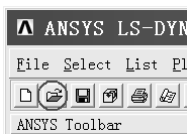

图 10-4 “OPEN ANSYS File”按钮
(3) 单击“14.0: ANSYS Mechanical APDL Product Launcher [Profile:\*\*\*La...”窗口中“License:”方框后的倒立三角形图标,选中“ANSYS LS-DYNA”。
(4) 在“14.0: ANSYS Mechanical APDL Product Launcher [Profile:\*\*\*La...”窗口中的“Working Directory:”方框内找出“D:\Ch10\frame\_earthquake”目录。
(5) 在“14.0: ANSYS Mechanical APDL Product Launcher [Profile:\*\*\*La...”窗口中的“Job Name:”方框内找出“D:\Ch10\frame\_earthquake”目录中的“frame\_earthquake.db”文件。
(6) 单击“14.0: ANSYS Mechanical APDL Product Launcher [Profile:\*\*\*La...”窗口中的“Run”按钮,弹出 ANSYS LS-DYNA 操作界面。
(7) 单击 ANSYS LS-DYNA 操作界面左上角处的“OPEN ANSYS File”按钮(见图 10-4),打开“D:\Ch10\frame\_earthquake”目录中的“frame\_earthquake.db”文件。打开该文件后,图形界面中显示出框架结构。